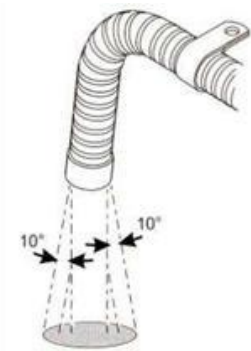

Рис.25
4.6.6 В процессе работы отопителя выхлопная труба нагревается до высокой температуры. При установке убедитесь, что она проходит достаточно далеко от пластиковых частей или других частей корпуса транспортного средства обладающих небольшим тепловым сопротивлением. Выхлопная труба должна быть тщательно закреплена. Выхлопная труба должна быть расположена перпендикулярно поверхности дороги под углом $90^{\circ} \pm 10^{\circ}$. Для того чтобы гарантировать такой угол фиксирующий хомут должен располагаться на расстоянии 150 мм от конца трубы (Рис.25).